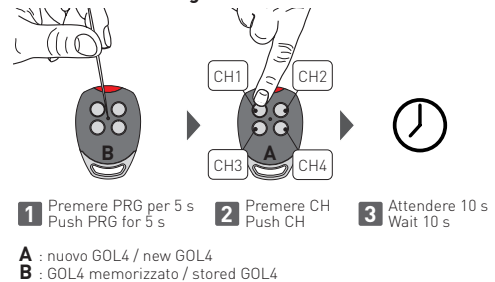

Fig. 3
5. Memorizzazione a distanza GOL4 (fig. 3)
5. GOL4 remote storage (fig. 3)